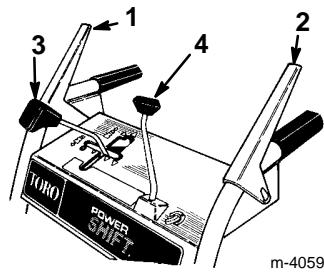

Figure 12
- Commande de tarière/roue hélice** (Fig. 12)—Pour embrayer la tarière et la roue hélice, serrez la manette contre la poignée de droite du mancheron de droite. Pour les débrayer, lâchez la manette.
- Commande de traction** (Fig. 12)—Pour embrayer la traction (entraînement des roues), serrez la manette contre la poignée du mancheron de gauche. Pour arrêter la traction, lâchez la manette.
- Changement de vitesse** (Fig. 12)—La commande offre un point mort, quatre vitesses de marche avant et deux de marche arrière, plus la fonction de changement assisté de la position des roues (Power Shift). Pour sélectionner la vitesse, placez le levier dans la position souhaitée.
- Commande d'orientation de l'éjecteur** (Fig. 12)—Tournez la commande d'orientation dans le sens des aiguilles d'une montre pour déplacer l'éjecteur vers la droite, ou en sens contraire pour le déplacer vers la gauche.
1. Mettez le changement de vitesse au point mort (N) et la commande des gaz en position "rapide" (FAST) (Fig. 12).
1. Ramenez la manette des gaz en position lente (slow) et retirez la clé de contact (Fig. 12).